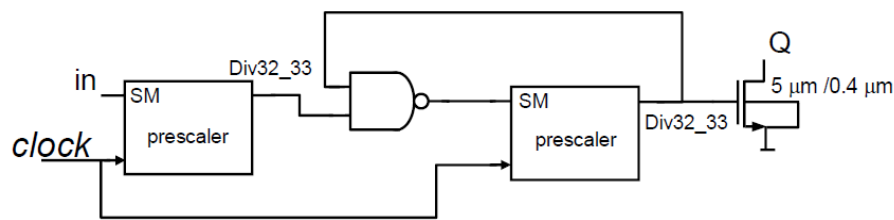

Figura 6: Circuito utilizando Prescalers e transistor.
10. Modifique o circuito adicionando um transistor na saída como indicado na **Figura 6**. Novamente gere o *layout*, adicione *ports*, faça o *DRC* e o *LVS*. Quais são os valores da saída quando o gate do transistor está "Alto" e quando está "Baixo". Inclua no relatório o *layout* feito.